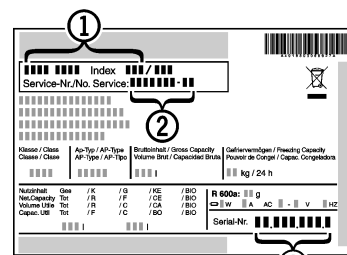

Fig. 7
- Gerätebezeichnung Fig. 7 (1), Service-Nr. Fig. 7 (2) und Serial-Nr. Fig. 7 (3) vom Typenschild ablesen. Das Typenschild befindet sich an der linken Geräteinnenseite.
- Den Kundendienst benachrichtigen und den Fehler, Gerätebezeichnung *Fig. 7 (1)*, Service-Nr. *Fig. 7 (2)* und Serial-Nr. *Fig. 7 (3)* mitteilen.